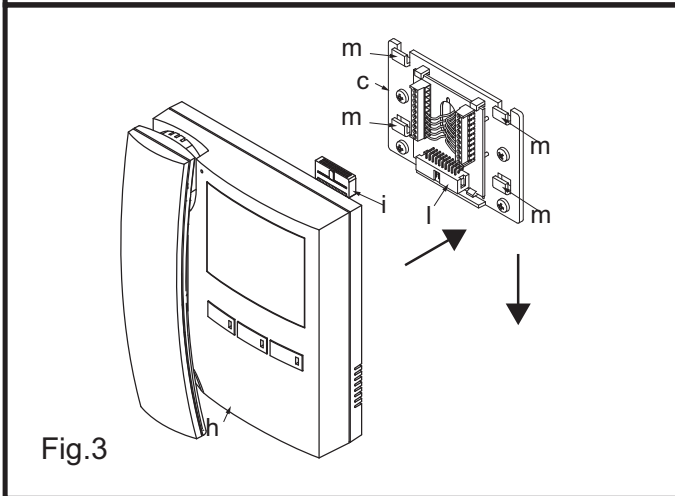
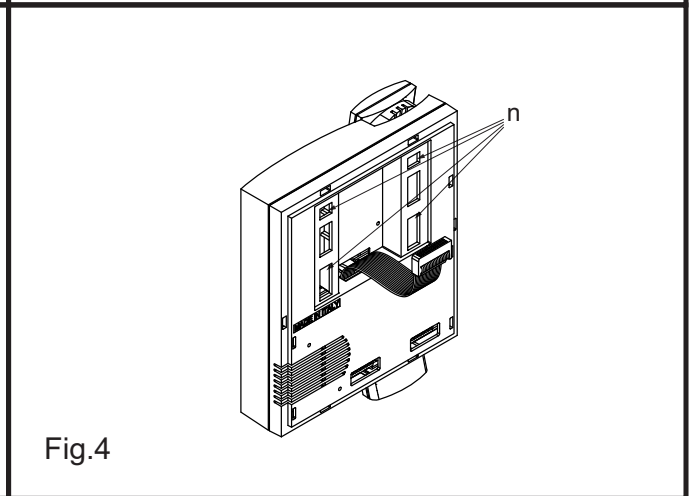

Fig.3
Fig.4
- inserire il connettore "i" del cavo flat che fuoriesce dal retro del videocitofono nel connettore "l" della scheda di connessione (Fig.3), avvicinare il videocitofono alla piastra di fissaggio facendo corrispondere le aperture "n" (Fig.4) ai ganci "m" (Fig.3) quindi spingere il videocitofono verso il basso fino all'aggancio come suggerito dalle frecce in figura 3.
- Once the wires are connected, hook the videophone "h" to the Mounting plate "c" as shown in Fig. 3.
- Place the videophone "h" against the 4 hooks "m" on the mounting plate "c" (in line with the 4 openings "n" on the rear side of the videophone Fig. 4) and push down as suggested by the pointers in Fig. 3, the videophone will lock into place;